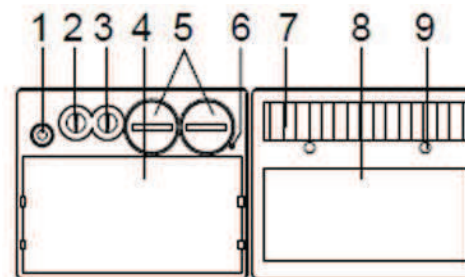

Рис. 2
4.2 Общий вид элементов светофильтра представлен на рис. 2
7.3 Если маска не использовалась в течение длительного времени следует обратить большое внимание на чистоту датчиков дуги **2** (рис. 2). При необходимости очистите их от пыли.
7.6.1 Время возврата обозначает время возвращения светофильтра из тёмного состояния в прозрачное состояние в соответствии с токами сварки и интенсивностью остального света. Меняется значение регулятором **2** (рис. 2)
7.7 Регулятор чувствительности. **3** (рис. 2)